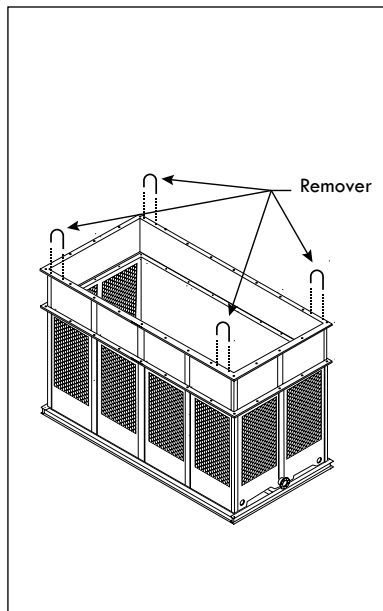
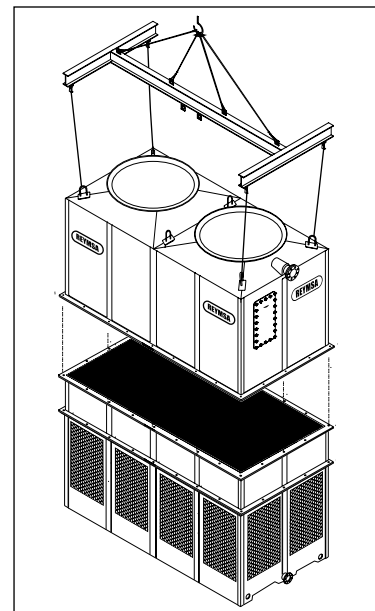

Figura A-59: Remover las argollas de izar de la sección inferior del cuerpo en una torre modular (RTM-D o RTPM-D)
Figura A-60: Instalación de la sección superior del cuerpo en una torre modular (RTM-D o RTPM-D)
- L. **Sólo para modelos RTM-D o RTPM-D:** Remueva las argollas de izar de la sección del cuerpo inferior antes de instalar la siguiente sección (ver Figura A-59). Instale la sección superior del cuerpo #1 sobre la sección inferior del cuerpo #1, asegurándose de que los agujeros de ambas secciones estén alineados (ver Figura A-60). Atornille y fije las bridas horizontales con la tornillería de acero inoxidable suministrada por REYMSA.